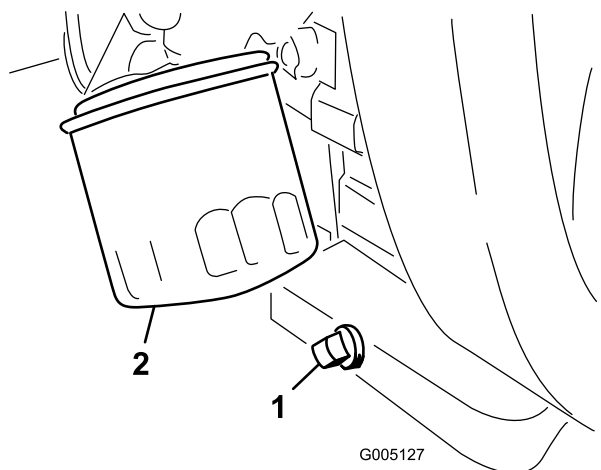

図 34
1. ドレン・プラグ（図 34）を外してオイルを容器に受ける。オイルが抜けたらドレン・プラグを取り付ける。
2. オイルフィルタ（図 34）を外す。新しいフィルタのガスケットに薄くエンジン・オイルを塗る。